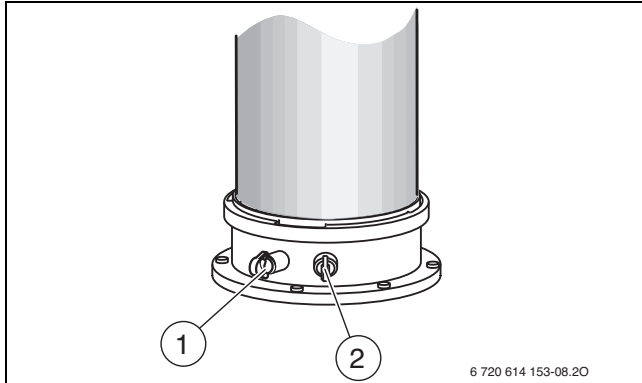

Fig. 41 Manicotto di misurazione dei gas combusti e dell'aria comburente
- ▶ Rimuovere dal manicotto di misurazione il tappo di protezione della presa di analisi dei gas combusti [1] (→ fig. 41).